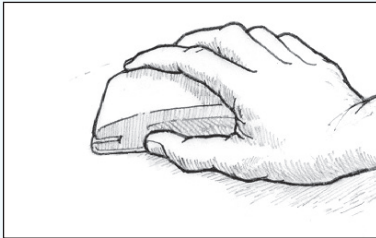

Abbildung 32 Schleifen Sie die Oberfläche glatt.
3. Schleifen Sie jetzt die Oberfläche glatt (Abbildung 32). Falls sich auf der Oberfläche Läufer oder Absackungen gebildet haben, schleifen Sie mit einem 80er Schleifpapier die größten Erhebungen ab. Wiederholen Sie den Schleifvorgang, bis sich die Oberfläche glatt anfühlt und ebenmäßig aussieht. Schleifen Sie dann mit Schleifpapier nach, das die entsprechende Körnung für den gewünschten Anstrich aufweist. Lesen Sie die Anweisungen des Lackherstellers. Beim Farbanstrich muss sich die Farbe mechanisch mit den auf der Epoxidharzoberfläche vorhandenen Schleifkratzern verankern. Wenn Sie eine hochdichte oder füllende Grundierung auftragen, genügt meistens ein Schliff mit 80er bis 100er Körnung. Für Grundierungen und hochfeste Anstriche kann ein 120er bis 180er Körnung ausreichen. Ein Abschleifen mit 180er Papier ist oft für hochglänzende Anstriche empfehlenswert. Papier mit einer feineren Körnung ergibt oft keine ausreichenden Verankerungspunkte für eine gute Adhäsion. Dies kann zu vermehrten Absackungen und Läufern führen. Halten Sie sich bei der Vorbehandlung der Oberfläche immer an die Anweisungen des Lackherstellers. Viele Leute bevorzugen den Nassschliff, da bei dieser Methode weniger Staub erzeugt wird, und die oben angeführten Schritte 2 und 3 in einem Arbeitsgang ausgeführt werden.